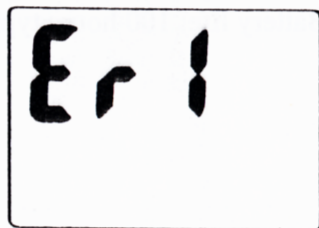

FIG30
3. Display Er 1, Er 2, Er 3 and Er 4 with a beep as shown in Fig. 30: